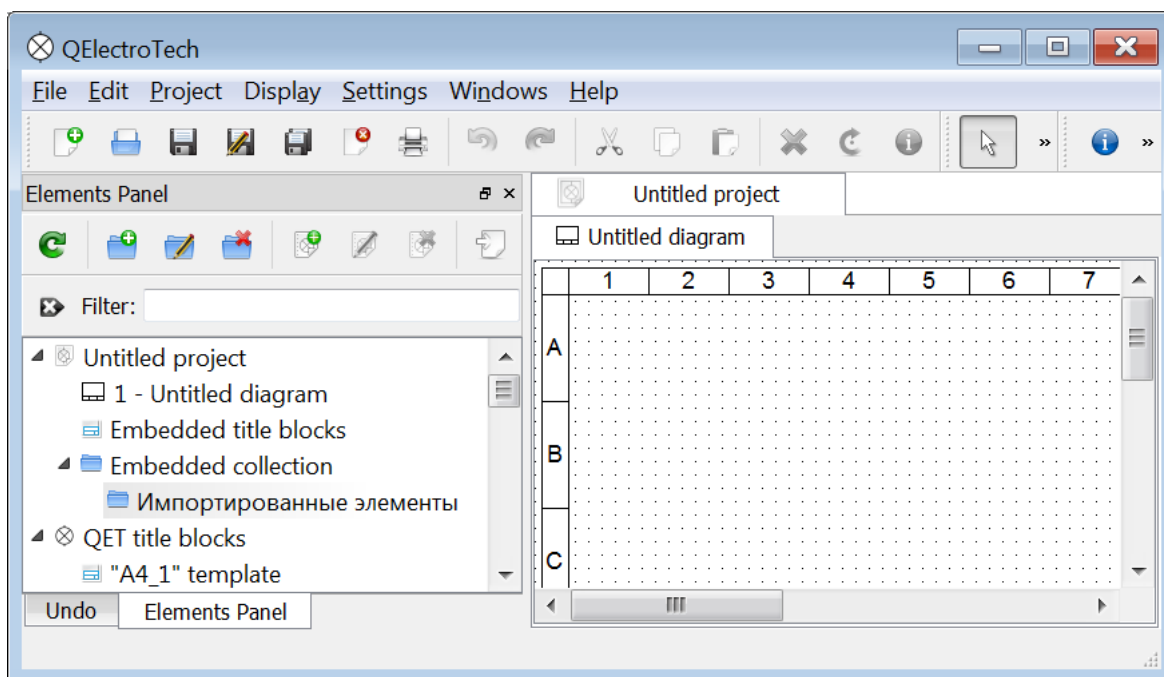

Рис. 1
Работать с QElectroTech довольно удобно. В главном окне программы слева располагается коллекция элементов (рис. 1), а справа рабочая область (непосредственно электрическая схема). Управление QElectroTech выполняется мышкой. Для создания схемы необходимо перетаскивать мышкой элементы из коллекции в рабочее окно редактора и устанавливать соединения между ними. Соединения автоматически преобразуются в строго вертикальные или горизонтальные линии. Результат можно сохранить в файл с расширением qet (в действительности используется XML формат).
1. Запускаем программу **QElectroTech**. Открывается ее рабочее окно, вид которого показан на рис. 1.